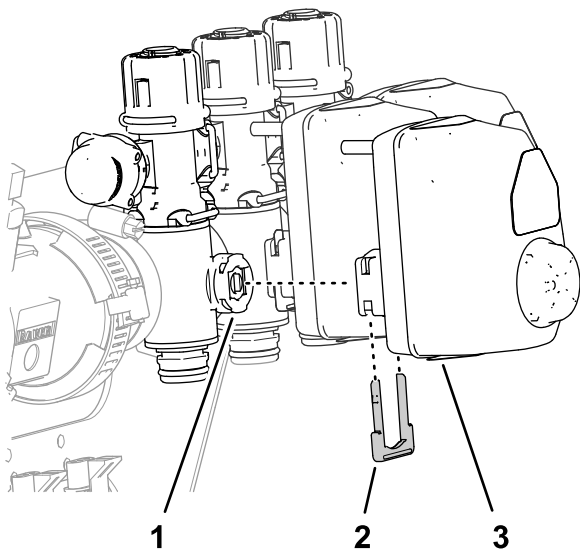

Bild 64
1. Entfernen Sie die drei Halter, mit denen die drei Ventilaktuatoren am linken, mittleren und rechten Abschnittventil befestigt sind (Bild 64).
- Entfernen Sie die Ventilaktuatoren vom linken, mittleren und rechten Abschnittventil (**Bild 64**).
10. Befestigen Sie die drei Ventilaktuatoren mit den Haltern, die Sie in Schritt 1 entfernt haben, am linken, mittleren und rechten Abschnittventil (Bild 64).